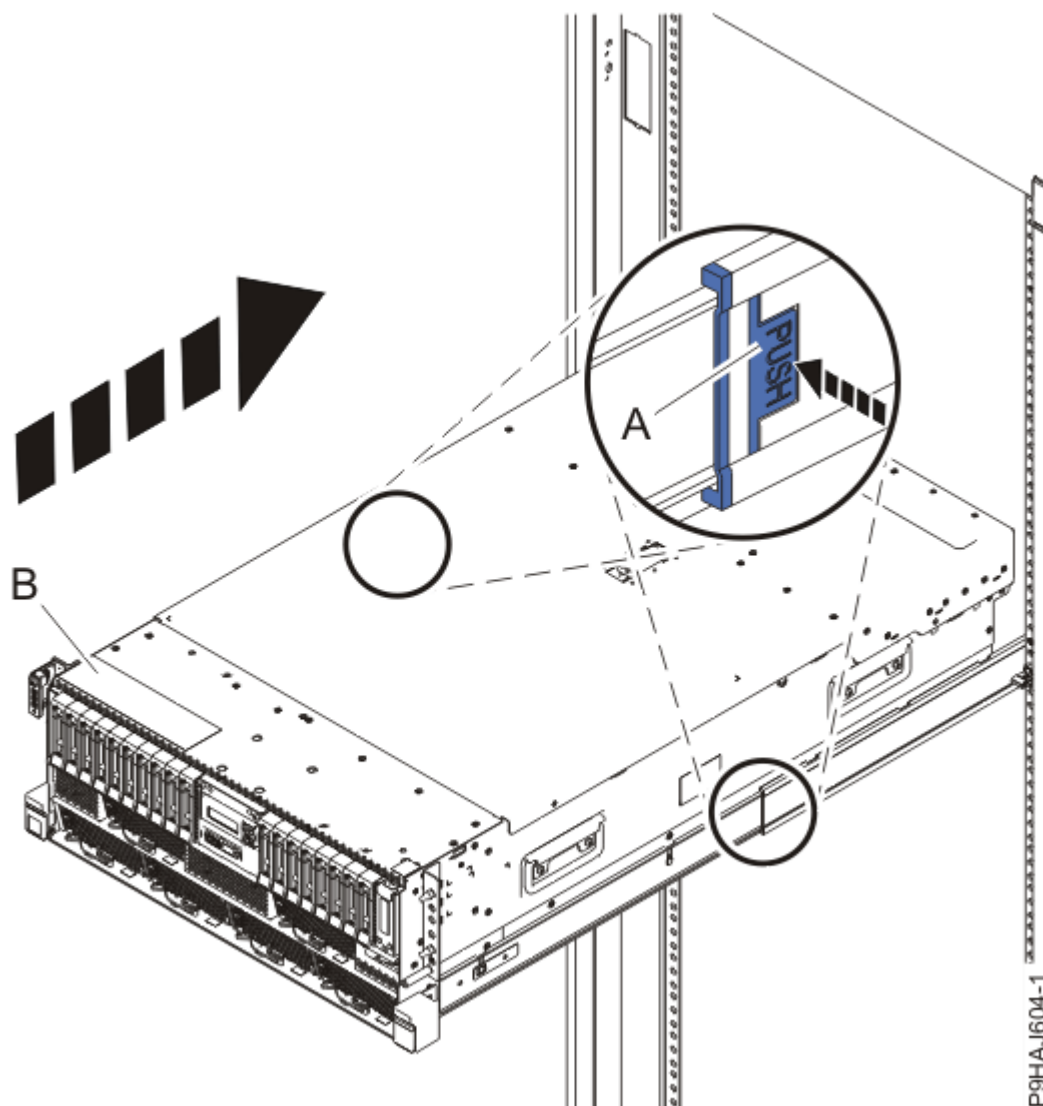

Figura 31. Colocación del sistema en la posición operativa
2. Para un sistema montado en bastidor, desbloquee los pestillos de seguridad de color azul de los rieles **(A)**, tal como se muestra en la Figura 31 en la página 33 presionándolos hacia dentro.